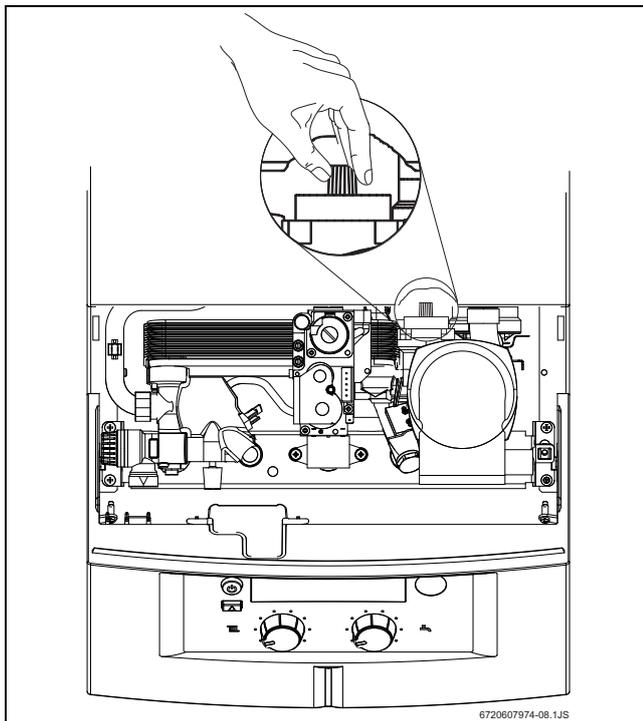

Fig. 17 Purgeur automatique
- ▶ Pour purger l'appareil avec le purgeur automatique intégré : ouvrir le capuchon du purgeur automatique (voir fig. 17).